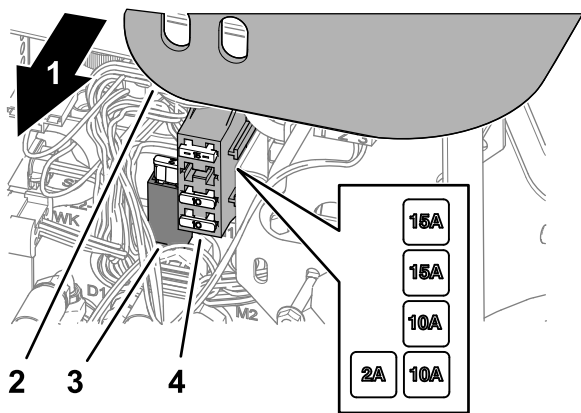

Figura 79
2. Retire la cubierta del brazo de control (Figura 79).
- Localice el fusible fundido en el portafusibles o en el bloque de fusibles (Figura 79).
- Monte la cubierta en el brazo de control (Figura 79).